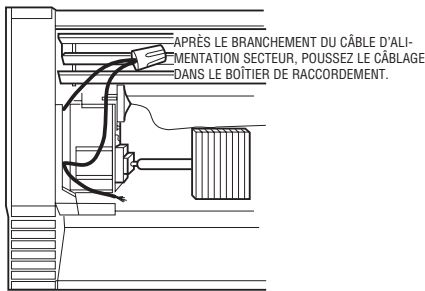

Figure 8. Câblage au travers de l'ouverture de boîtier de raccordement
4. Si l'alimentation électrique doit alimenter les radiateurs au boîtier de raccordement qui est adjacent à un autre radiateur, il est plus facile de réaliser les raccordements électriques avant l'installation des radiateurs sur le mur. Si ce n'est pas possible, les raccordements doivent se faire par l'ouverture dans les boîtiers de raccordement avec les couvercles frontaux enlevés. Voir la Figure 8.